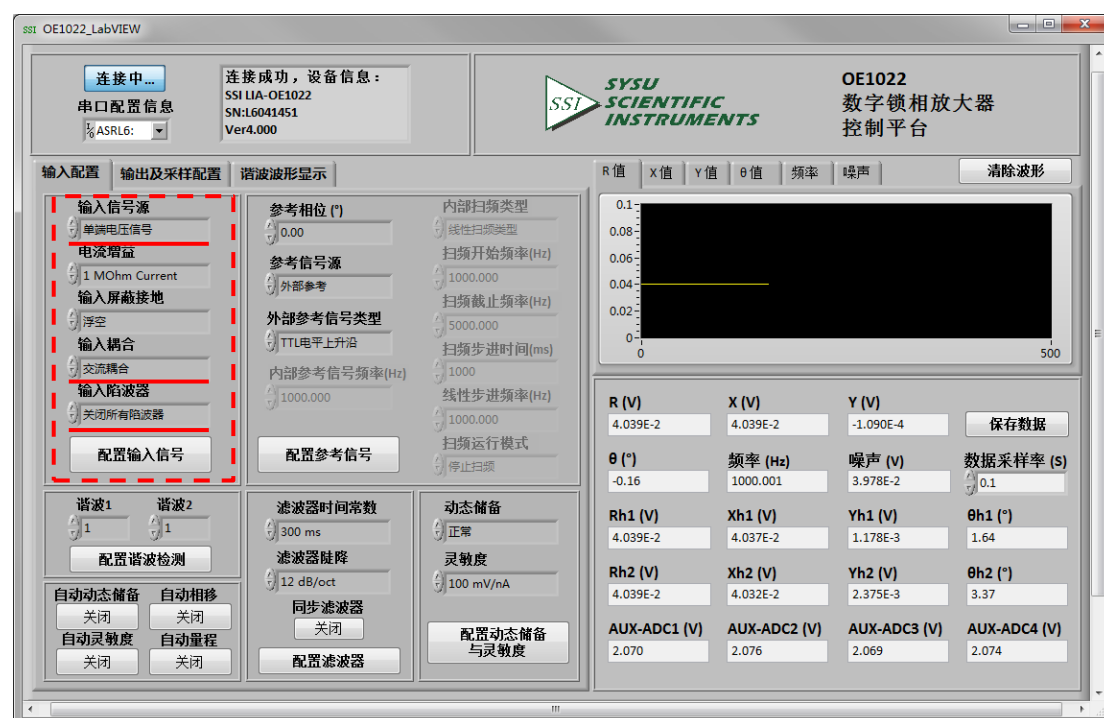

图75. 输入信号配置图
1. 首先根据表 17，在输入信号配置中选择输入信号类型、输入耦合方式和是否开启陷波器，其它选项默认，如下图 75 所示，最后需要点击“配置输入信号”，以完成输入信号的配置：